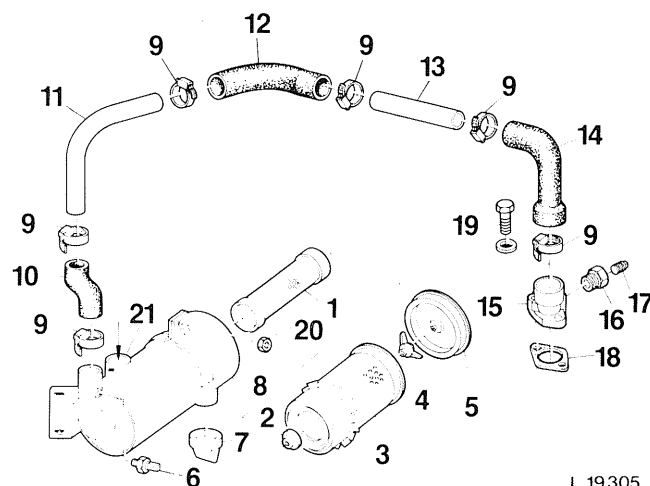
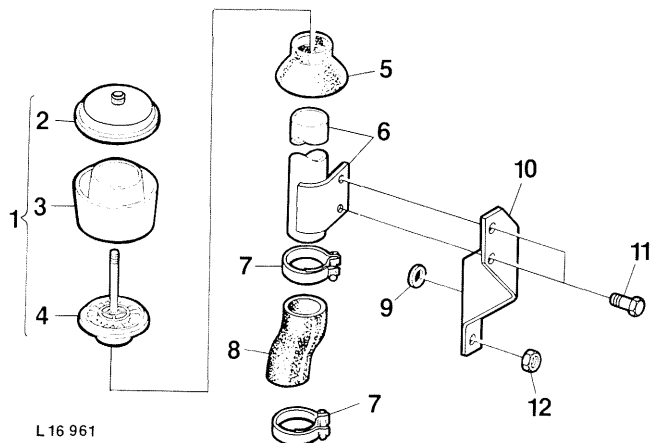

Fig. 1 — Élément du filtre à air sec
Fig. 2 — Eléments du préfiltre
5. Sans bouger l'accélérateur, déplacer la manette en sens d'horloge jusqu'à ce que la tringle 16 (figs. 1 à 3) porte sur l'arbre 25. Faire porter alors la vis 7 sur la butée.
L'air aspiré par le moteur pénètre dans le filtre par l'admission d'air 21 (fig. 1) et passe d'abord sur les déflecteurs de l'élément filtrant 3, où les plus grosses impuretés sont retenues et rassemblées dans le clapet 7. Un second filtrage de l'air est effectué par l'élément 3 et par l'élément de sécurité 1 avant que l'air ne soit aspiré dans le moteur.
Un manocontact 6 (fig. 1), placé à la sortie du filtre et relié à un témoin du tableau de contrôle, signale un éventuel colmatage du filtre à air (voir livret d'entretien).
2. Séparer la durite 10 (fig. 1) du corps du filtre.
4. Enlever, si existante, la durite 8 (fig. 2) du pré-filtre de l'admission d'air 21 (fig. 1) du filtre à air sec.
5. Enlever l'écrou 20 (fig. 1) et retirer le corps de filtre du support du réservoir.
Dans le préfiltre, du type centrifuge, l'air animé d'un mouvement tourbillonnaire, se débarrasse des impuretés lourdes, qui se rassemblent dans le bol à poussière transparent et démontable 3 (fig. 2).
S'assurer du bon état de la conduite d'aspiration, en particulier de la durite 8 (fig. 2) et de l'étanchéité des raccords.